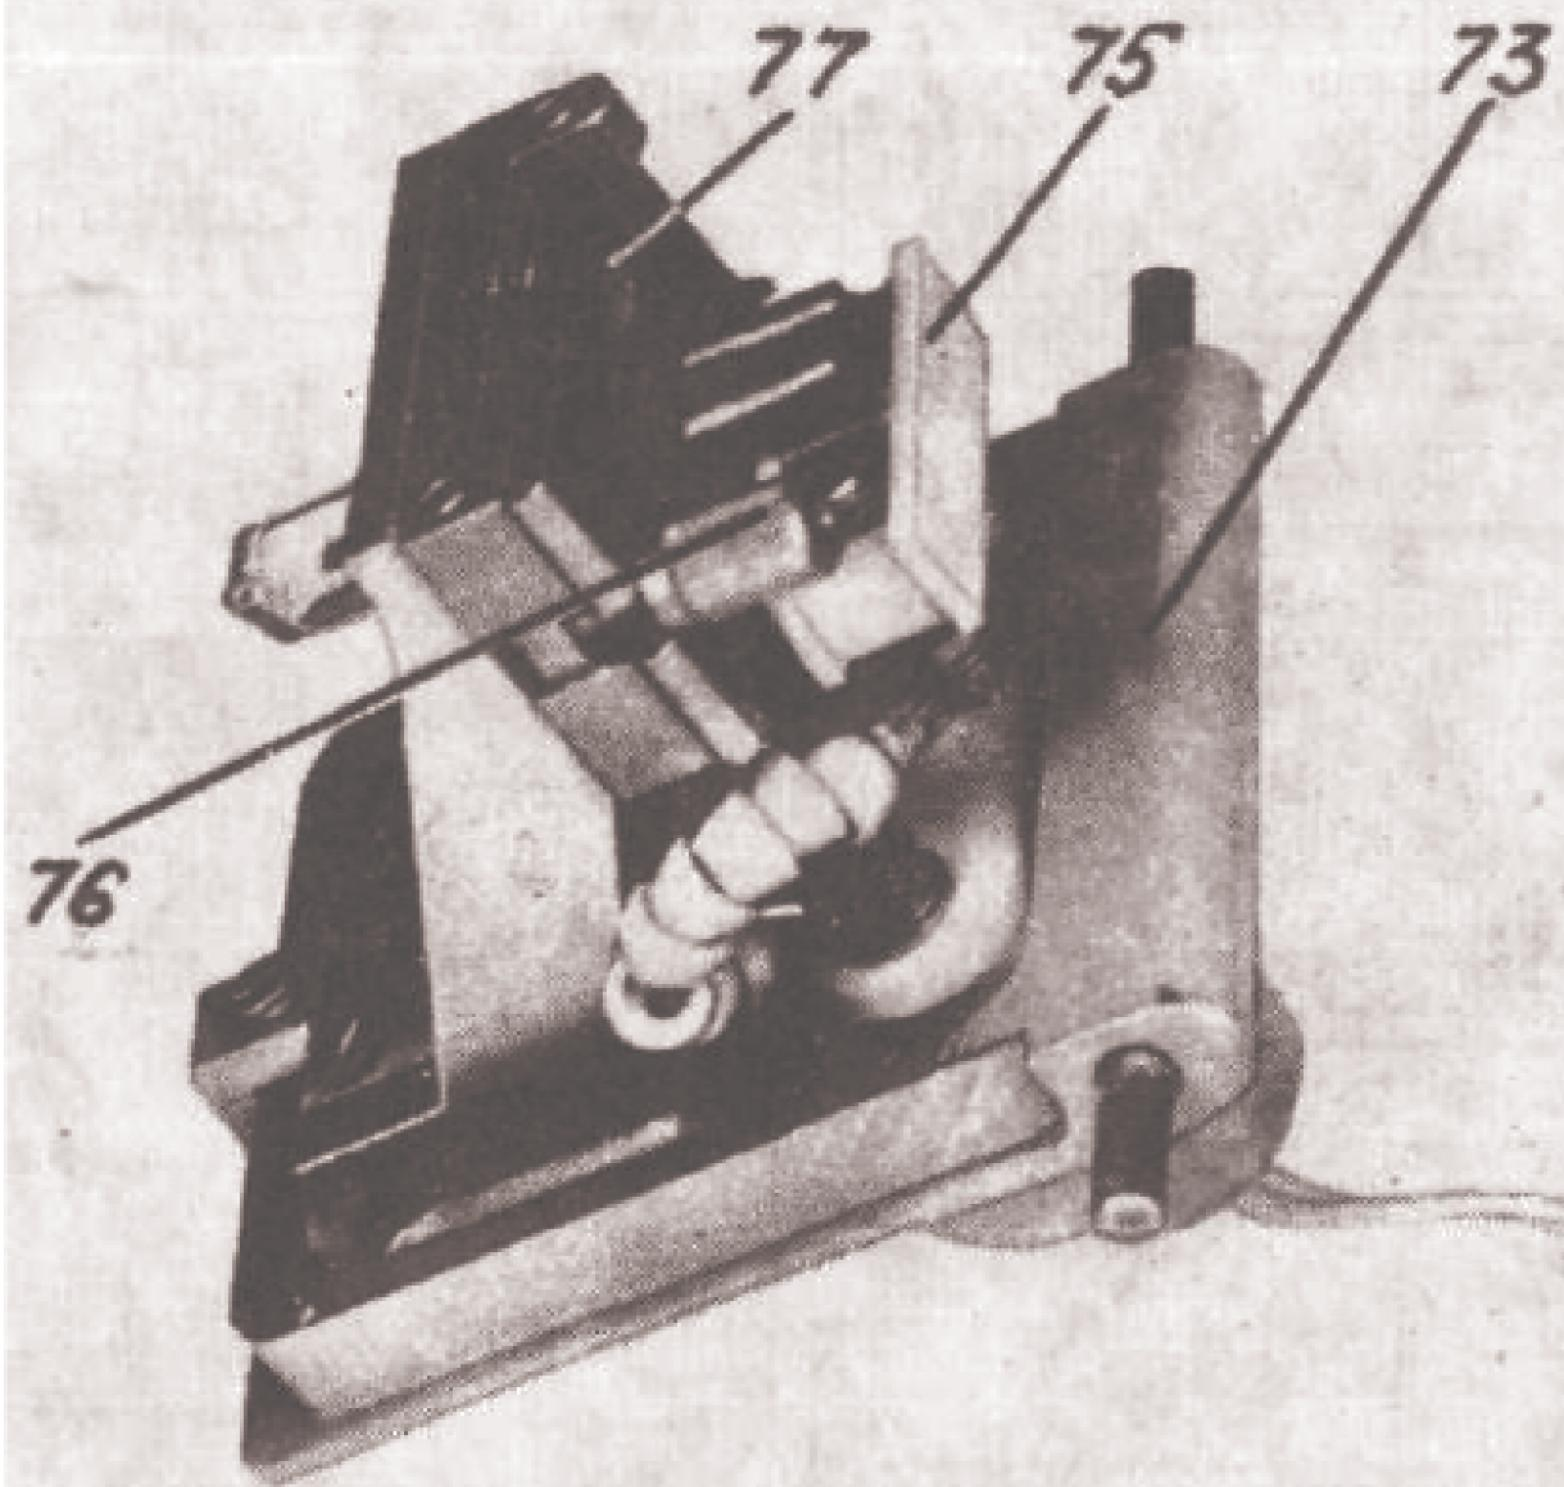

Рис. 7
- Рис. 7. Держатель лампы КГМН12-50